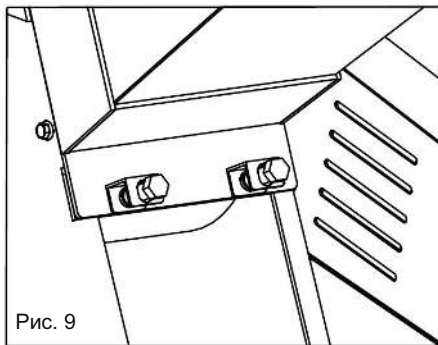

Рис. 9
2. Проверьте нижнюю сторону бункера (4): два отверстия должны быть совмещены с отверстиями в раме (рис. 9).